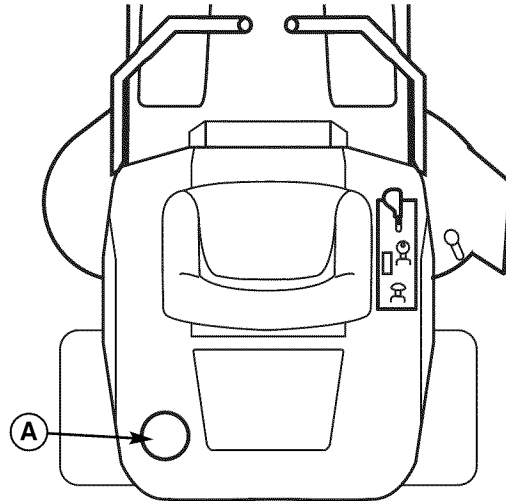

Figura 7. Verificaciones Previas al Arranque
1. Quite el tapón de la gasolina (A, Figura 7).